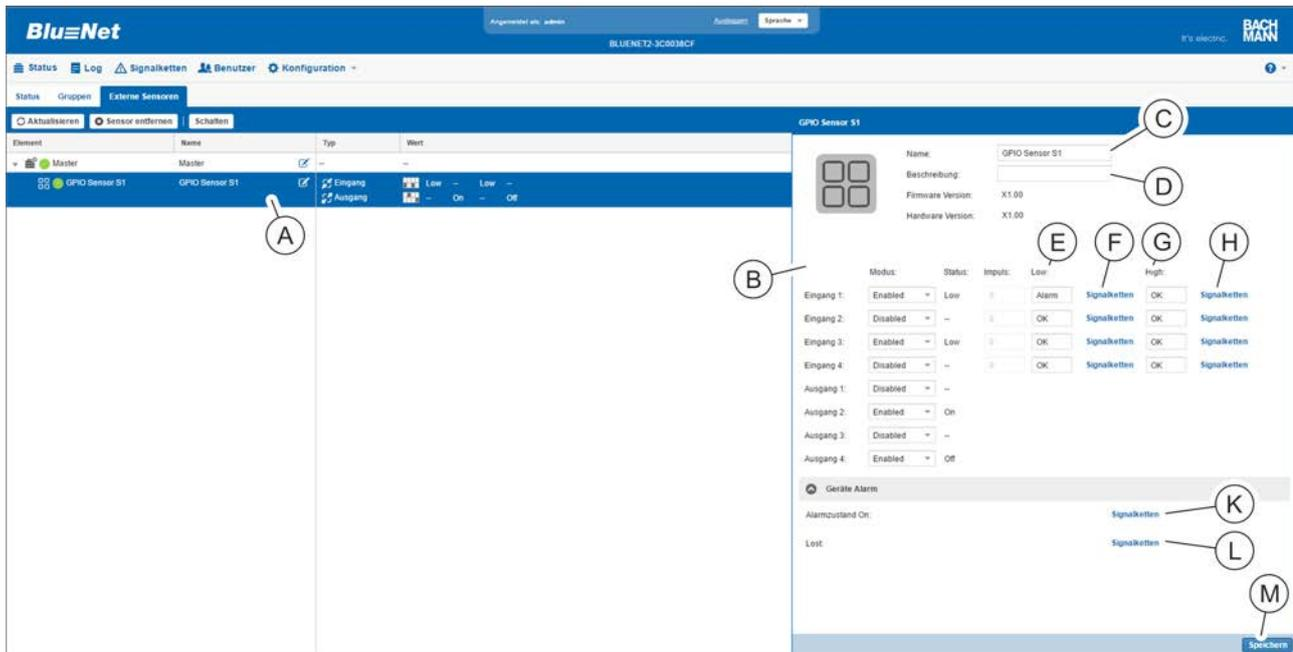

Abb. 197: Menü "Status" – Registerkarte "Externe Sensoren"
4. ➤ In der Registerkarte "Externe Sensoren" das gewünschte GPIO-Modul auswählen (Abb. 197/Ⓐ).
- ⇒ Die Einstellungen des Sensors erscheinen rechts am Rand in der Detailansicht (Abb. 197/Ⓑ).
5. ➤ Für das ausgewählte GPIO-Modul bei Bedarf die Benennung ändern (Abb. 197/Ⓒ) und bei Bedarf eine Beschreibung (Abb. 197/Ⓓ) hinzufügen.
6. ➔ Für den jeweiligen Eingang für das Low-Signal (Abb. 197/Ⓔ) bei Bedarf über die Schaltfläche „*Signalketten*“ (Abb. 197/Ⓔ) eine Signalkette zuweisen.
9. ➔ Auswahl über die Schaltfläche „*Speichern*“ (Abb. 197/Ⓒ) bestätigen.
10. ➔ Für den jeweiligen Eingang für das High-Signal (Abb. 197/Ⓕ) bei Bedarf über die Schaltfläche „*Signalketten*“ (Abb. 197/Ⓔ) eine Signalkette zuweisen (analog zu Schritt 7 – 9).
11. ➔ Im Bereich „*Geräte Alarm*“ für den „*Alarmzustand Lost*“ und „*Alarmzustand OK*“ bei Bedarf eine Signalkette konfigurieren. Dazu auf die Schaltfläche „*Signalkette*“ (Abb. 197/Ⓚ bzw. Ⓛ) klicken.